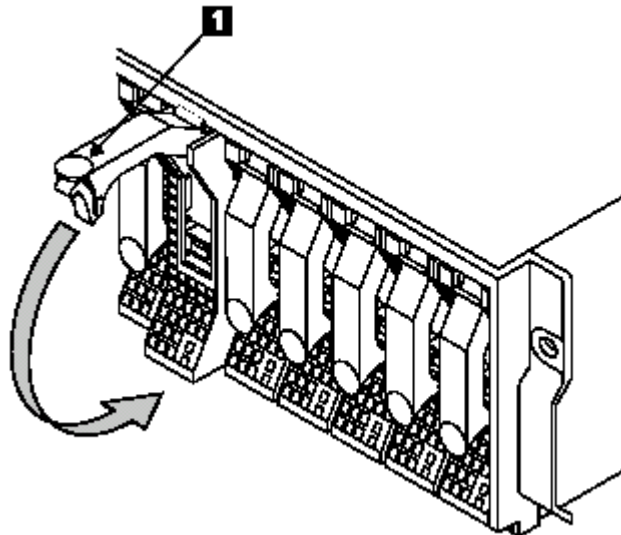

图 2-10 合上带有支架硬盘的手柄
3. 确保将安装有硬盘的支架的手柄①已经完全打开；
4. 用一只手托住带有支架硬盘的底部，另一只手握住手柄①，将带有支架硬盘插入到磁盘阵列子系统的相应槽位中。当磁盘模块的手柄接触到磁盘阵列子系统的前端时请停下来。注意此时带有支架硬盘还没有完全插好；
5. 请参考图 2-10 执行下面的操作；